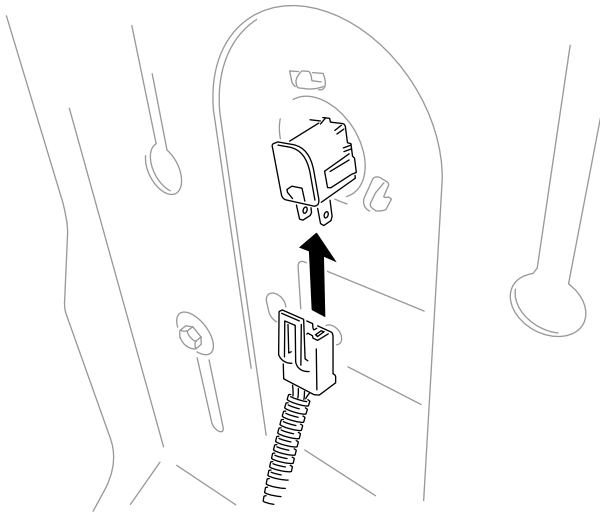

Bild 7
5. Schließen Sie den Sitzschalter an (Bild 7).